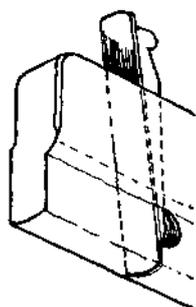

Fig. 8
*Bastão ou cepo* (Fig. 8 e 9). Instrumento análogo à plaina, tendo o rasto convexo ou côncavo, segundo é destinado a formar meias-canas ou cordões salientes.